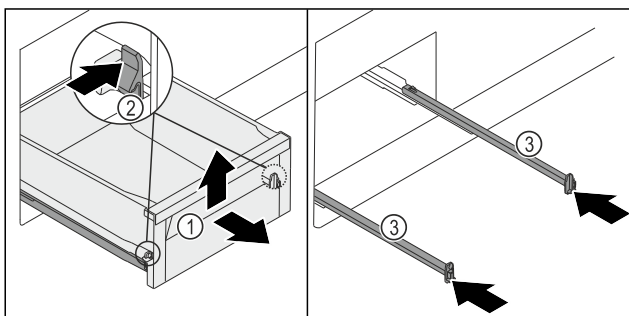

Fig. 122
- Schuifvak Fig. 122 (1) zo ver mogelijk naar buiten trekken.
- Klem Fig. 122 (2) links en rechts gelijktijdig naar binnen drukken.
- Schuifvak Fig. 122 (1) komt los van de rails.
- Schuifvak Fig. 122 (1) aan de voorkant optillen.
- Schuifvak Fig. 122 (1) naar voren wegnemen.
- Rails Fig. 122 (3) naar binnen schuiven.